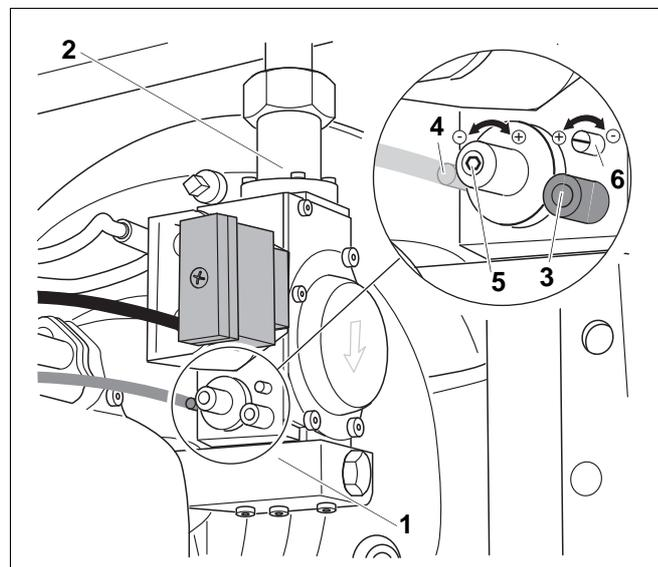

Рис. 20 Газовая арматура
- Отверните отверткой на 0,5–1 оборота измерительный ниппель (рис. 20, поз. 3 со стороны выхода на одной из двух газовой арматуре.
- Подсоедините шланг положительного полюса дифференциального манометра к измерительному ниппелю (рис. 20, поз. 3).
- Отрегулируйте винтом К давление газовой форсунки (рис. 20, поз. 5):
- После завершения работ на газовой арматуре проверьте утечку газа через измерительный ниппель (рис. 20, поз. 3).